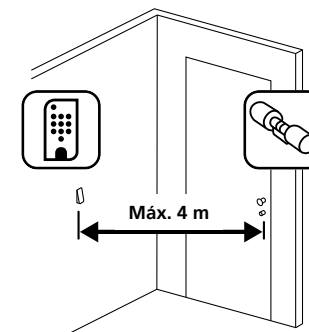

Fig. 1
- ① Segure o teclado no local de montagem desejado (Fig. 1).
- 1 Faça três furos de acordo com as dimensões mostradas na figura. Utilize uma broca de 6 mm de diâmetro (Fig. 1).